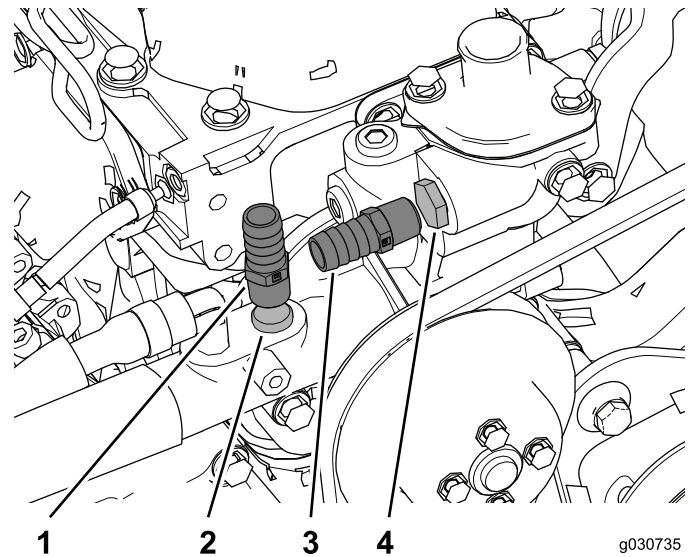

Figure 37
2. Retirez les obturateurs des flexibles de retour et d'alimentation du chauffage, et montez les raccords (3/8 NPT x 0,625 cannelés) comme montré à la Figure 37.